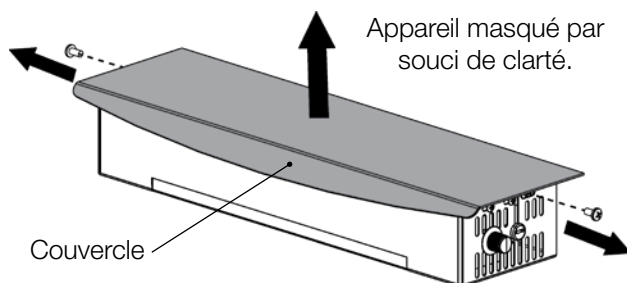

Fig. 6-5
- Retirez les 2 vis servant à fixer le couvercle au boîtier de la soufflerie (**Fig. 6-5**). Mettez de côté le couvercle et les vis.